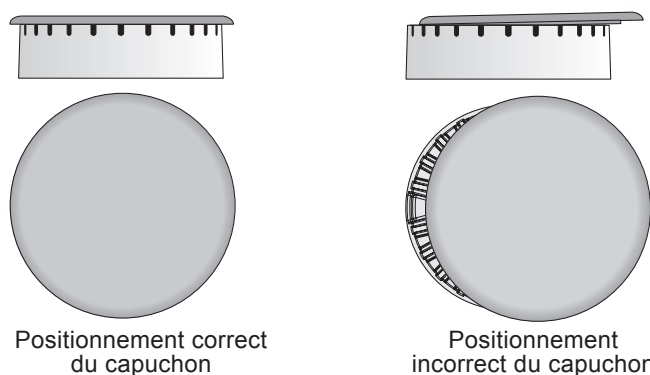

Figure 20 : Emplacement d'un capuchon de brûleur
2. Veiller à ce que chaque capuchon de brûleur soit correctement aligné et de niveau comme illustré à la Figure 20. Il se peut que les brûleurs ne s'allument pas ou brûlent uniformément si les capuchons ne sont pas placés correctement sur la tête.